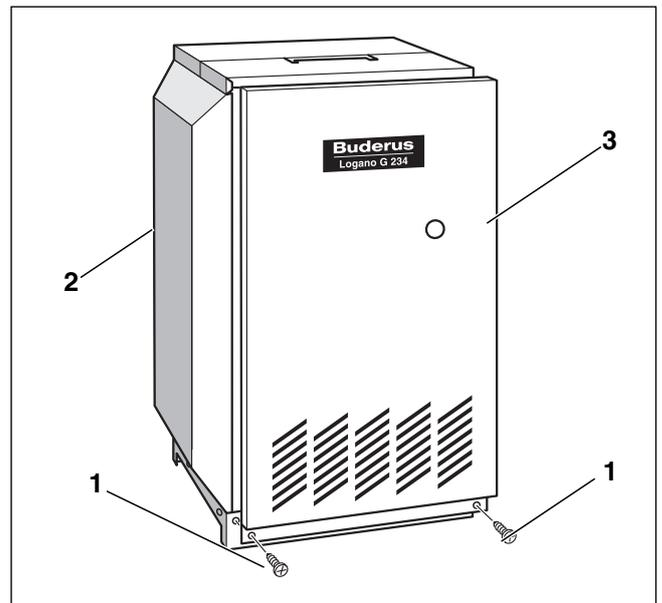

Рис. 8 Демонтаж передней стенки котла
- ▶ Вывернуть фиксирующие винты (→ рис. 8, [1]) передней стенки (→ рис. 8, [3]).
- ▶ Снять переднюю стенку котла (→ рис. 8, [3]). Для этого ее нужно немного приподнять и снять, подав на себя.